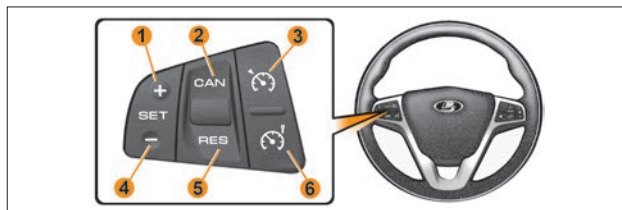

Рис. 1. Блок управления «круиз-контроль» и «ограничитель скорости»
– выключатель  – включение/выключение круиз-контроля (рис. 1, поз. 3);
- выключатель «» – включение/выключение ограничителя скорости (рис. 1, поз. 6);
- выключатель «SET+ / SET-» – установка и увеличение скорости 1 и 4 (рис. 1);